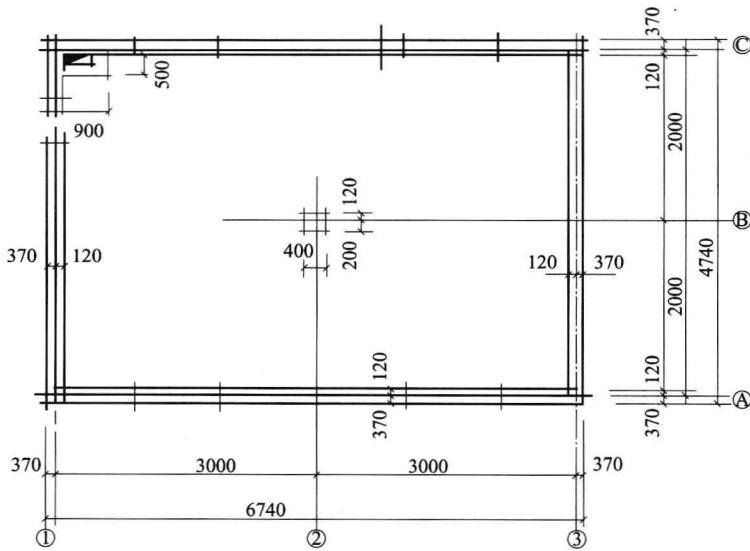

图 1-9 某房间地面示意图
**【例 1-9】** 试计算图 1-9 所示房间地面镶贴花岗石面层的工程量。
**【解】** (1) 定额工程量：根据计算规则规定，图 1-9 中的墙、柱和附墙烟囱所占的面积应扣除，所以镶贴花岗石板面层的工程量如下。